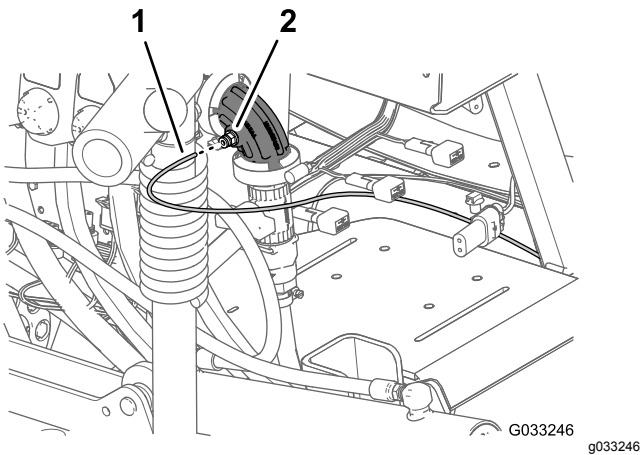
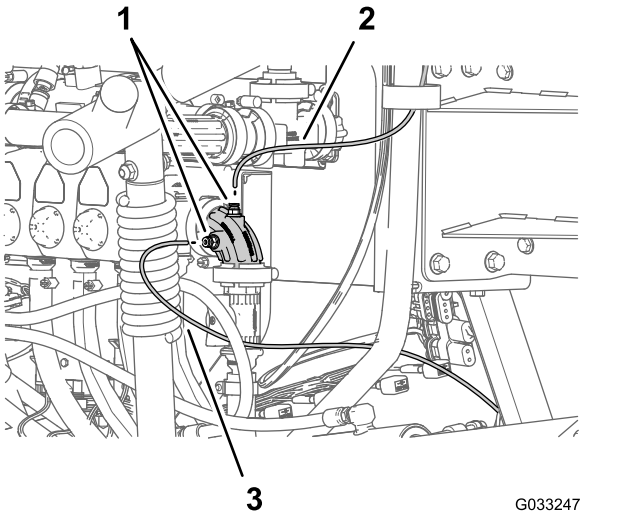

Bild 121
Bild 122
1. Fluchten Sie das Ende des Druckmessschlauchs (Kunststoff) für das Druckmanometer im Armaturenbrett mit dem arretierenden Stellring der Schlauchkupplung aus (Bild 121 und Bild 122).
2. Setzen Sie den Messschlauch in den arretierenden Stellung ein, bis er fest sitzt (Bild 121 und Bild 122).